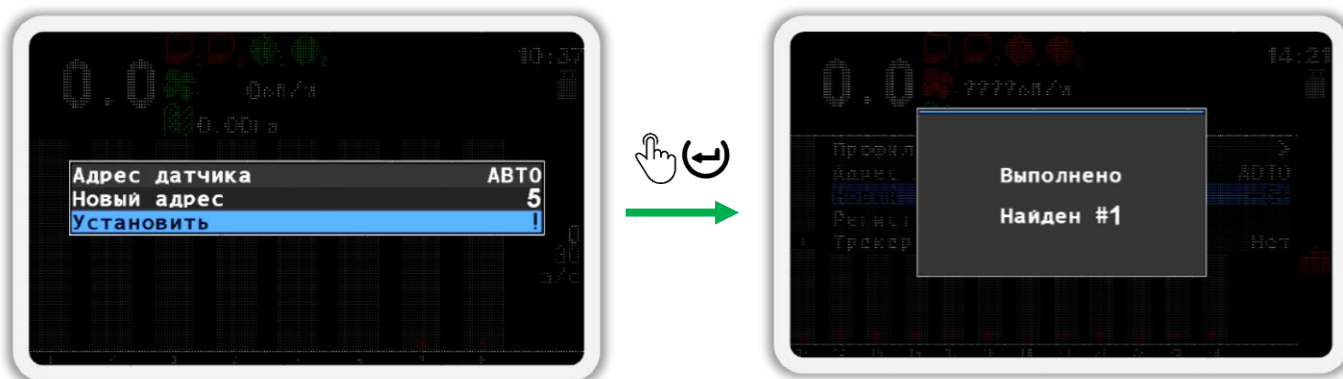

Рисунок 64
2. В экране меню «Конфигурация датчиков» (см. Рисунок 62 п.4), кнопками  «Вверх» и  «Вниз» выберите пункт  «Датчик высева» и нажмите кнопку  «Меню». В результате откроется меню «Датчик высева». (см. Рисунок 64 слева).
3. Кнопками  «Вверх» и  «Вниз» выберите пункт  «Адрес датчика» и убедитесь, что выбрано значение «АВТО» (см. Рисунок 64 слева). Для изменения этого параметра используются кнопки  «Плюс» и  «Минус».
4. Кнопками  «Вверх» и  «Вниз» выберите пункт  «Новый адрес» и кнопками  «Плюс» и  «Минус» задайте новый программный адрес (см. Рисунок 64 слева).
5. Кнопками  «Вверх» и  «Вниз» выберите пункт  «Установить» и нажмите кнопку  «Меню». В результате удачного переименования на экран будет выведено сообщение - «Выполнено» (см. Рисунок 64 справа).